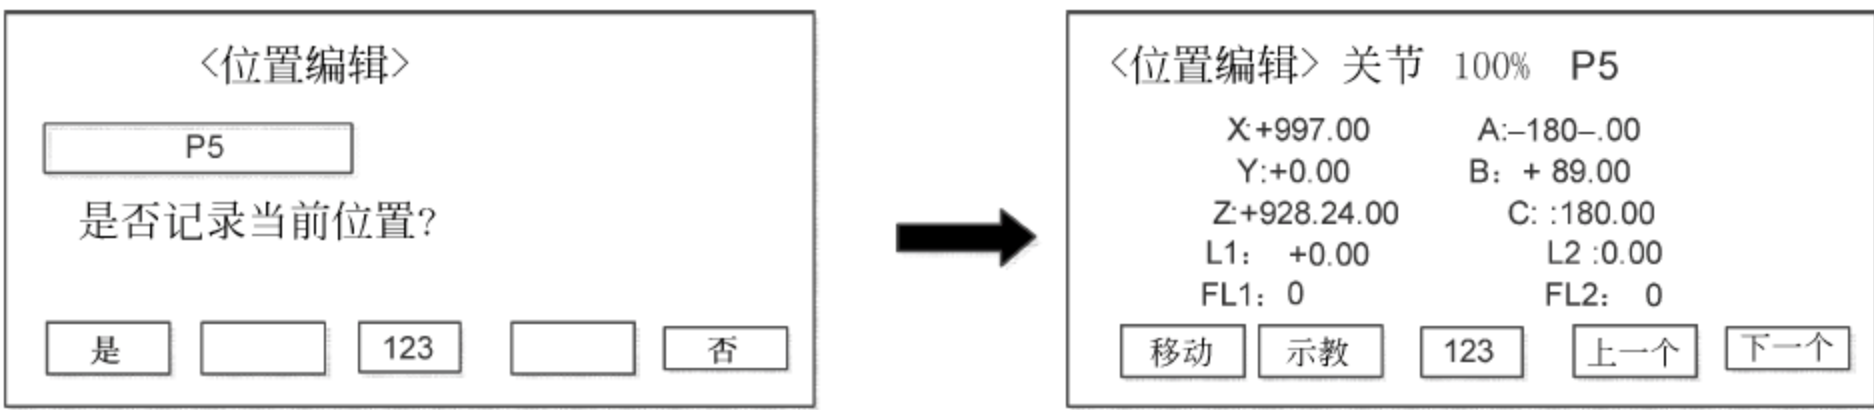

图 4-17 设置 P5 点
⑤ 按下“是”按键,“当前位置点”被设置为 P5 点,如图 4-17 所示。